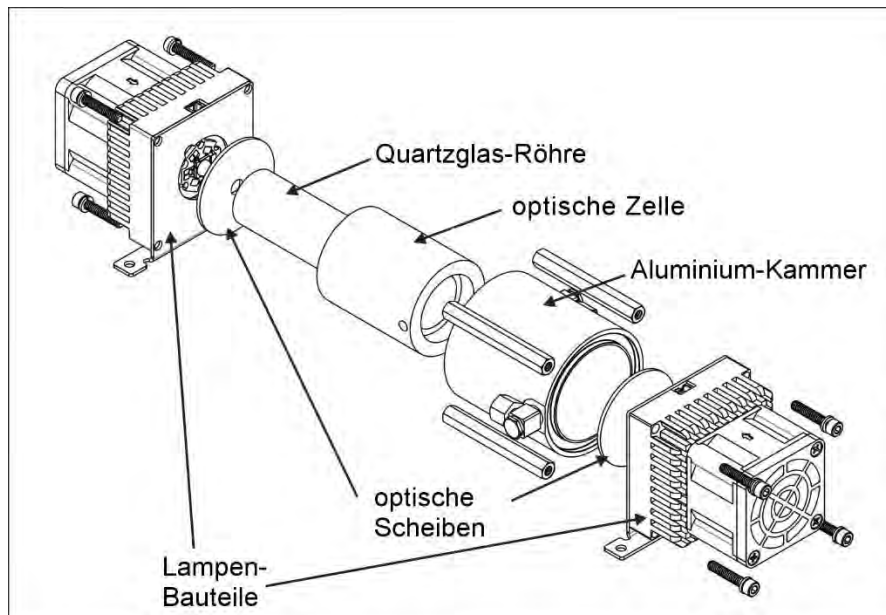

Abbildung 5-10 Tausch der photolytischen Lampe
Der NO₂-Konverter (Blaulicht-Konverter) NO₂- → NO-Konverter befindet sich in der Mitte des Geräts; siehe Abbildung 2-3, Abbildung 5-10 zeigt den Aufbau.
- a. Trennen Sie vorsichtig die elektrischen Kontakte zwischen dem Gehäuse und jedem Lampenteil (Abbildung 5-10).